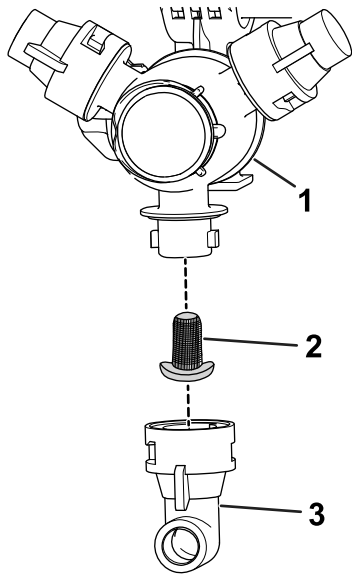

图 61
2. 从喷嘴转动架卸下喷嘴 图 61。
3. 拆下旧喷嘴过滤器 图 61。
4. 安装新喷嘴过滤器 图 61。
5. 将喷嘴安装到喷嘴转动架上 图 61。